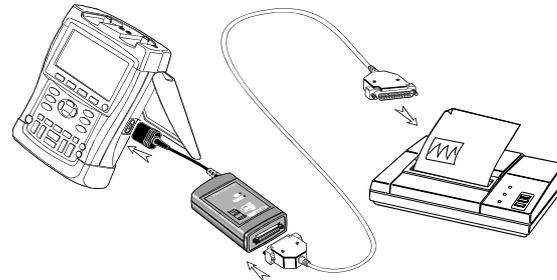

Abbildung 50. Anschließen eines Paralleldruckers
- Das Druckeradapterkabel (PAC91, als Option erhältlich), um einen Paralleldrucker an die optische Schnittstelle (OPTICAL PORT) Ihres Meßgeräts anzuschließen. (Siehe Abbildung 50.)
Zum Anschließen des Thermodruckers DPU-414 SII (Seiko Instruments Inc.) muss das Druckeradapterkabel PAC91 verwendet werden. (Siehe Abbildung 50)